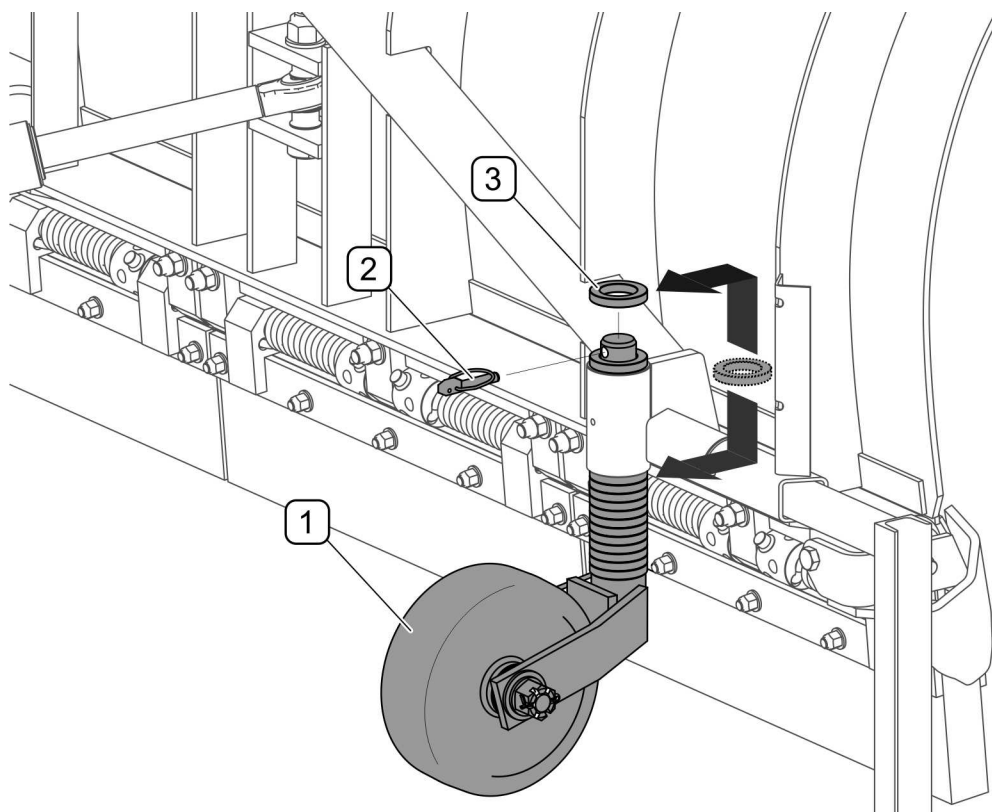

BILD 4.16 Einstellung der Betriebshöhe
Bei Pflügen, die mit Laufrädern ausgestattet sind, erfolgt die Höhenverstellung der Räder (BILD 4.16) durch Einstellen der Höhe der Räder. Die Höhe der Räder wird durch Abstandshalter alle 10 mm eingestellt. Um die Räder (1) anzuheben, entfernen Sie den Stift (2) und legen Sie die Distanzstücke über die Lenkrollenhalterung. Es wird empfohlen, die Räder so zu positionieren, dass die Streichschiene die gereinigte Oberfläche leicht berührt. Die Höhe des rechten und linken Rades sollte gleich sein.